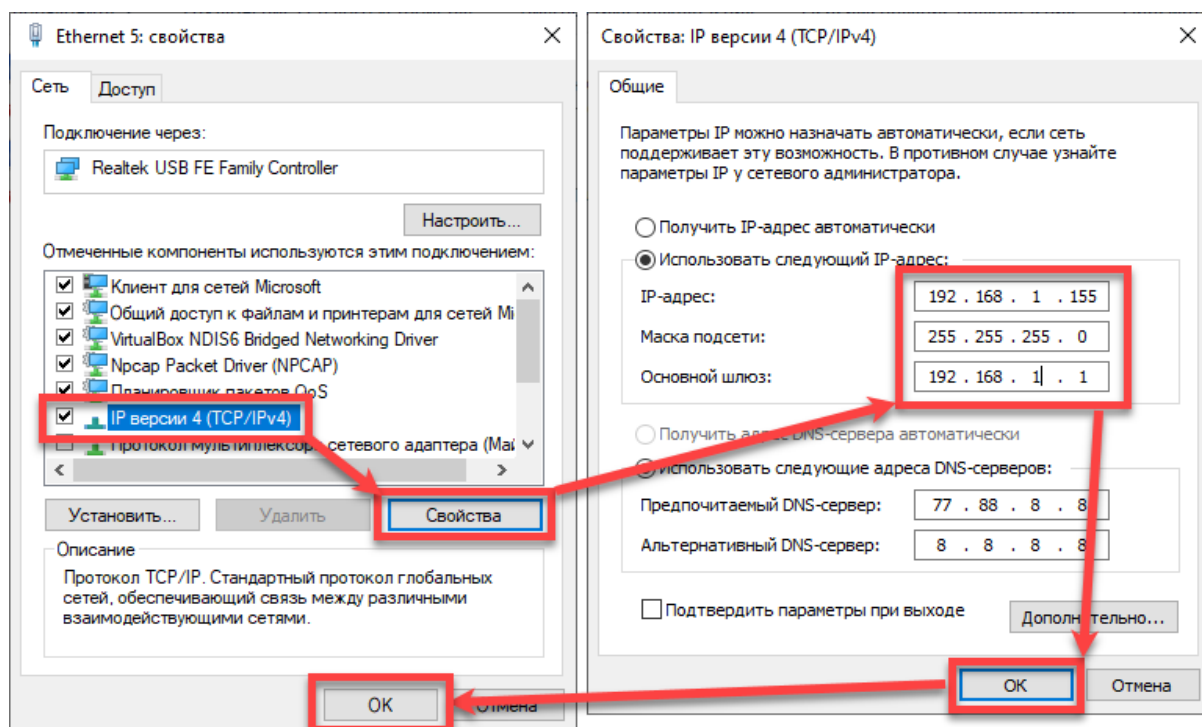

Рисунок 76 – Установка свойств сетевого адаптера
3.3) Задайте настройки сетевого адаптера, чтобы модуль и ПК были в одной подсети (рисунок 76).